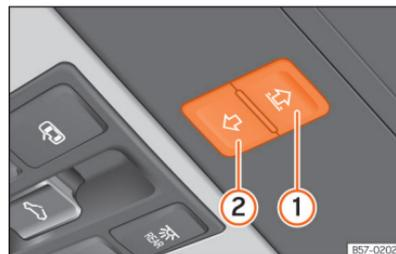

Abb. 84 Im Dachhimmel: Funktionsfläche zur Bedienung des Sonnenschutzrollos.
- Wenn sich das Sonnenschutzrollo innerhalb von 5 Sekunden immer noch nicht schließen lässt, drücken Sie den Taster »» **[Abb. 84]**
②, bis das Sonnenschutzrollo vollständig geschlossen ist. **Das Sonnenschutzrollo schließt ohne Einklemmschutz!**